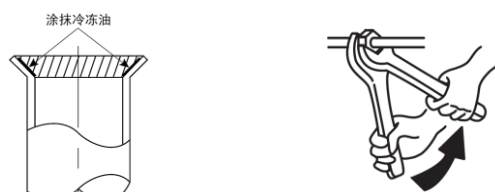

图 5.1 管路连接
- 用纳子接管前，在配管扩口部位的内表面轻轻的涂抹一层冷冻油。然后在规定力矩下用双扳手作业扭紧纳子。先扭紧液管管路纳子，再扭紧气管管路纳子。作业完毕后，检查有无漏点。见下图 5.1：